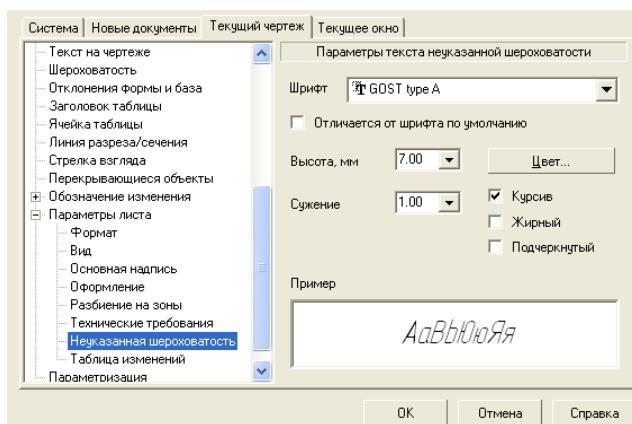

Рисунок 8.19 – Диалоговое окно Параметры с открытой вкладкой Текущий чертеж и панелью Параметры текста неуказанный шероховатости
- щелкните по пункту *Параметры листа*, если он не раскрыт, а затем – по пункту *Технические требования*. В правой части появится панель *Параметры текста технических требований*, показанная на рисунок 8.19.